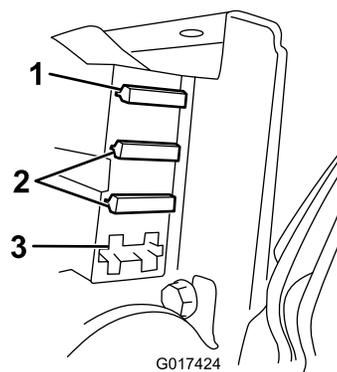

Figura 37
3. Instale os fusíveis de no bloco de fusíveis (Figura 37).
- Se qualquer dos fusíveis estiver fundido, substitua-o por um fusível com voltagem e amperagem correctas (Figura 37).